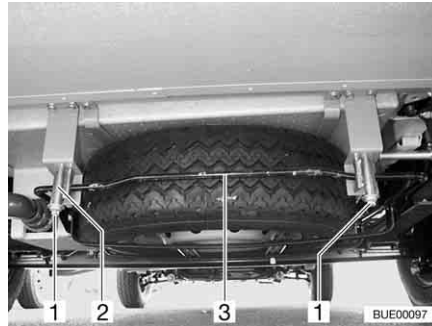

Bild 239 Ersatzrad-Halterung (Aufnahmekorb)
- Muttern (Bild 239, 1) am rechten und linken hinteren Haken (Bild 239,2) der Ersatzrad-Halterung lösen.
- Bügel (Bild 239,3) leicht nach oben drücken. Gleichzeitig Haken nach unten ziehen und Bügel aushängen.